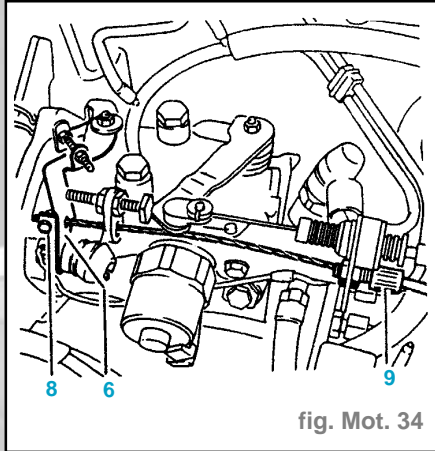

fig. Mot. 34
- Déplacer le levier (6) en butée sur l'arrêt du câble (8) (fig. Mot. 34).
- Agir sur la vis (9) pour obtenir le régime de ralenti accéléré **950 ± 50 tr/mn.**